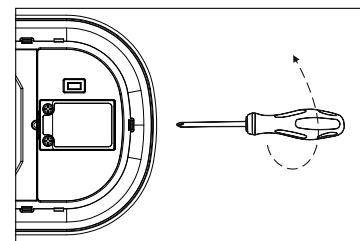

Рис. 4
- Открутите защитную крышку клеммной колодки на внутренней части корпуса осветительного прибора (рис. 4).